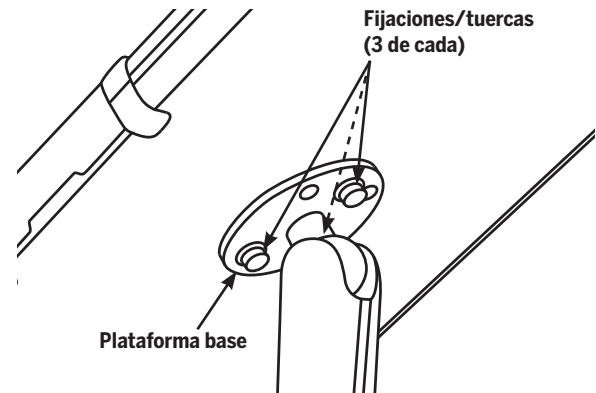

Ilustración 19: Instalación de la plataforma base al portapapeles
2. Instale la plataforma base en la parte posterior del portapapeles, tal y como se muestra en la **Ilustración 19**, por medio de tres fijaciones de 16 mm y tres tuercas de nyloc. Apriete las fijaciones a **6,0 N-m (4,4 pies-lbf)**.